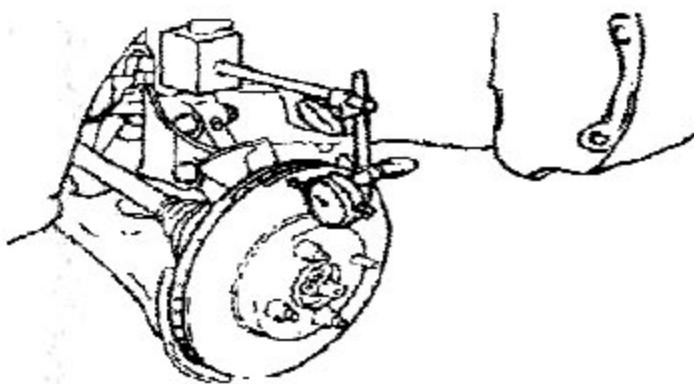

图 3—19
- B). 用百分表，在距制动盘外缘10mm处测量制动盘的摆动，如图3—19所示。制动盘最大摆动：0.05mm。